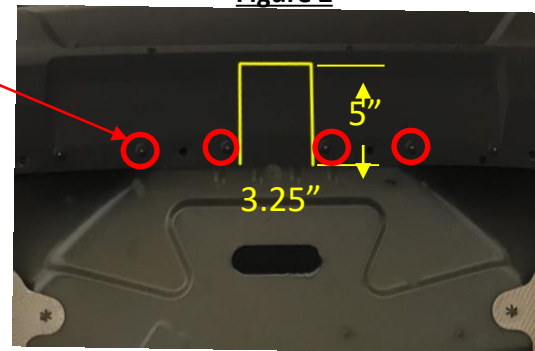

Figure 3
- Retirer le capteur de coup de pied (s'il y a lieu)** – À l'aide d'un foret 1/4 po, retirer les quatre (4) rivets qui fixent le capteur de coup de pied.
- Découper le carénage** – S'il y a lieu, déplacer le capteur de coup de pied de côté pour éviter de l'endommager durant le découpage. Trouver le centre du carénage et découper le carénage du véhicule selon la **Fig. 3**. *Les dimensions sont approximatives.
6. Retirer le capteur de coup de pied (s'il y a lieu) – À l'aide d'un foret 1/4 po, retirer les quatre (4) rivets qui fixent le capteur de coup de pied.
7. Découper le carénage – S'il y a lieu, déplacer le capteur de coup de pied de côté pour éviter de l'endommager durant le découpage. Trouver le centre du carénage et découper le carénage du véhicule selon la **Fig. 3**. *Les dimensions sont approximatives.